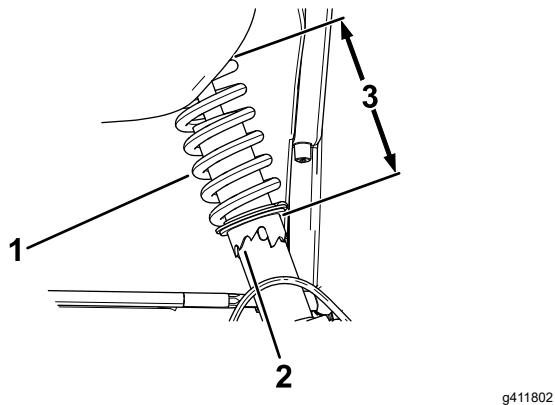

Bild 40
2. Wenn der Radsturz nicht richtig eingestellt ist, drehen Sie den Stellring am Stoßdämpfer mit einem Gabelschlüssel, um das Rad einzustellen (Bild 40).